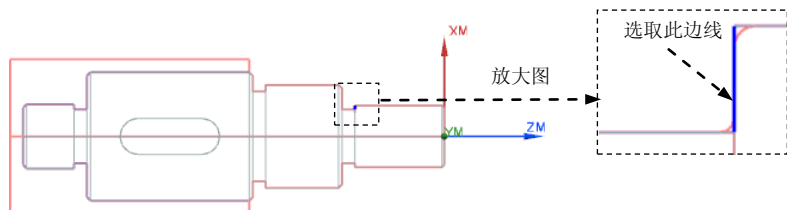

图 9.29 定义终止线
Step2. 选取螺纹终止线。单击“外侧螺纹加工”对话框的 * Select End Line (0) 区域, 在模型上选取图 9.29 所示的边线。